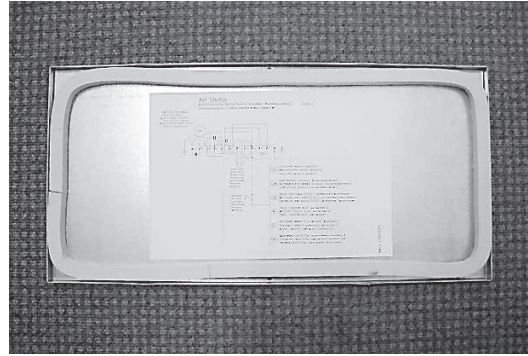

Bild 24
5. Die Einschaltung des Lufterhitzers und die Drehzahleinstellung sind gemäß dem, im Deckel angebrachten Schaltplan durchzuführen (Bild 24 oder Anlage E).